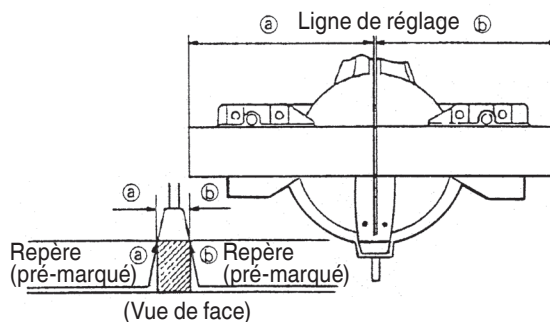

Fig. 22
- (1) Comme indiqué à la Fig. 22, la largeur de la lame est la largeur de coupe. En conséquence, glisser la pièce vers la droite (vue de la position de l'opérateur) pour obtenir la longueur ②, et sur la gauche pour obtenir la longueur ①. (Uniquement pour le modèle C10FCH2 • C10FCH2(S))